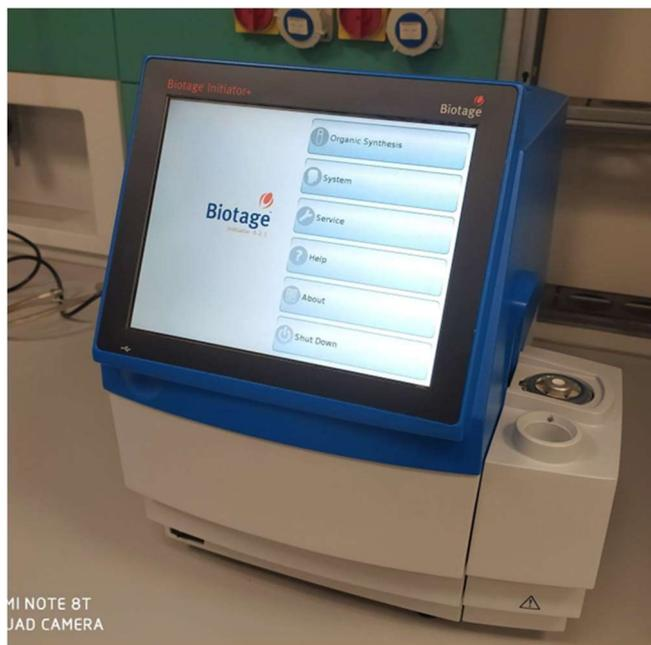
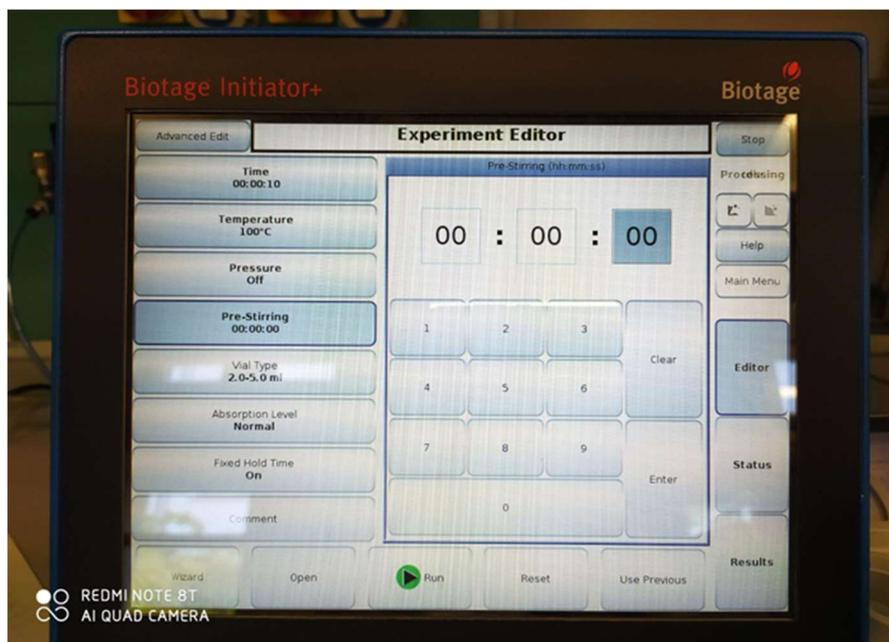
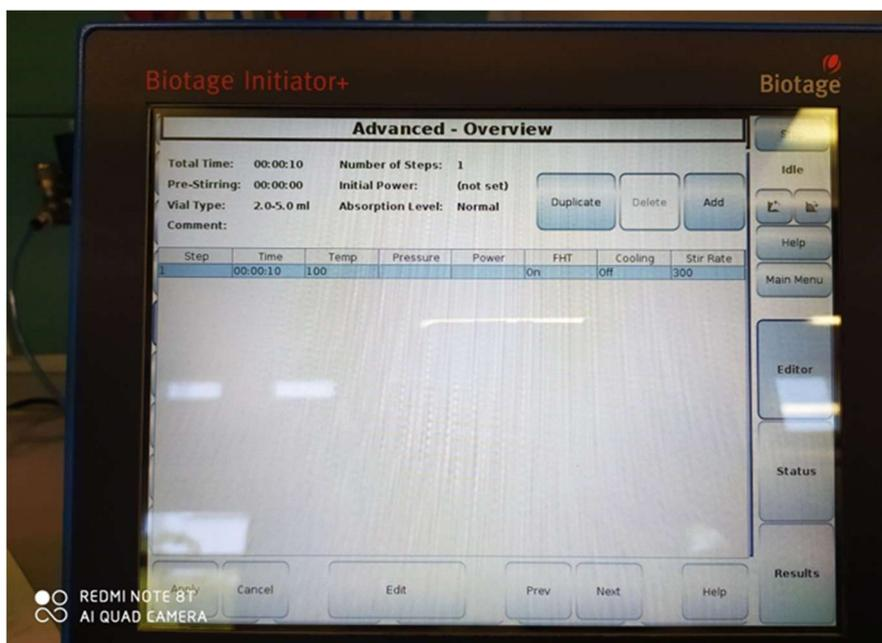
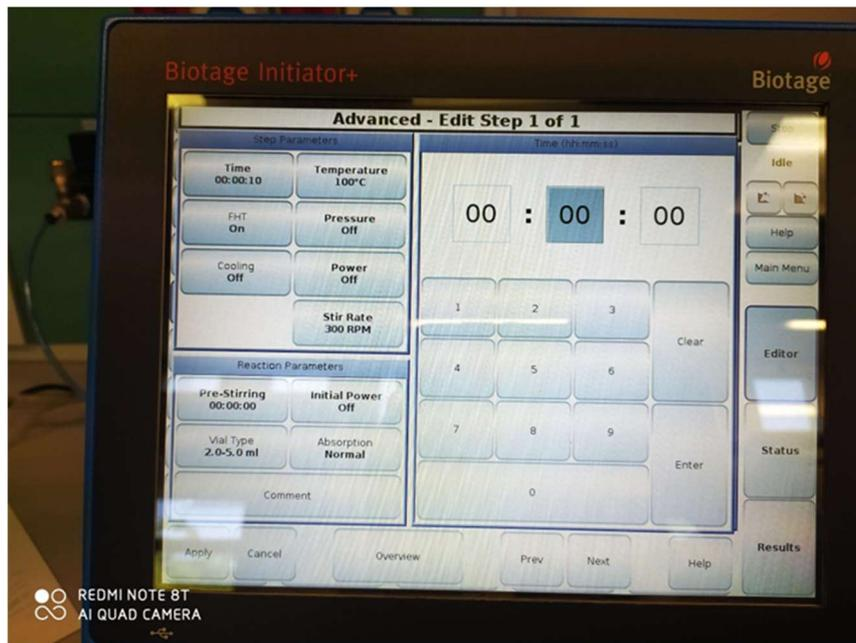

Figura 1
Figura 2
Figura 3
Figura 4
1. Per accendere lo strumento è semplicemente necessario premere il pulsante di accensione posto in basso a sinistra sul fronte dello strumento. Lo strumento si avvia quindi automaticamente senza necessità di alcun intervento da parte dell'operatore, fino a che viene visualizzata la schermata in Figura 1. Lo schermo dello strumento è interamente "Touch".
2. Dal menu visualizzato in Figura 1. Selezionare "System" e quindi selezionare il proprio user name, che sarà già predisposto per tutti gli utenti abilitati, che saranno classificati come "Chemist", ma non come "System Owner".
4. Si ritorna al menu precedente (Figura 1) da cui si seleziona "Organic Synthesis". Si apre una nuova schermata (vedi Figura 2) denominata "Experiment Editor" dalla quale è possibile inserire tutti i parametri sperimentali desiderati. Ricordarsi di premere sempre "Enter" una volta impostato il parametro, per rendere effettivo l'inserimento del valore richiesto.
- Se si vuole inserire la funzione "Cooling ON", per evitare di mandare a zero o a bassi valori la potenza erogata durante la reazione, premere "Advanced Edit" (tasto in alto a sinistra in Figura 2), selezionare lo step di interesse o inserire più step di reazione (Figura 3), premere Edit e selezionare "Cooling" (Figura 4). A questo livello si possono modificare anche altri parametri (vedi sempre Figura 4).
Modificare quanto desiderato e premere "Apply". Si ritorna alla schermata di Figura 2.
- Prima di premere "Run" (tasto in basso al centro, Figura 2) posizionare la Vial nella camera di reazione. La vial deve essere preparata e chiusa come descritto al successivo punto 5.
6. Posizionare la vial nella camera di reazione e premere "Run" (tasto in basso al centro nella schermata di Figura 2). Si apre una finestra "Select User": selezionare il proprio User e premere OK.
Nel caso l'esperimento non parta ancora, premere "Abort" e poi, premere "Editor", (foto a destra). Si viene rimandati alla schermata "Experiment Editor" riportata in figura 2. Occorre purtroppo reinserire i parametri di interesse (eventualmente anche quelli inseriti con la funzione "Advanced Edit") e premere nuovamente "Run".